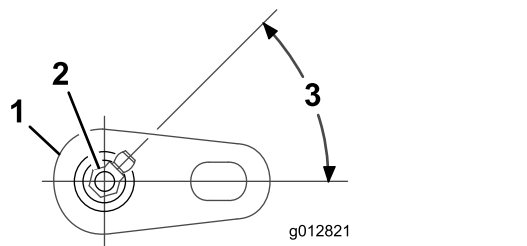

Figura 12
**Nota:** Posicione el engrasador según se muestra en Figura 12.